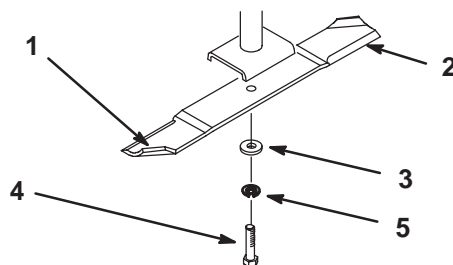
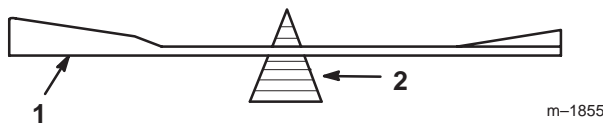

Bild 32
Bild 34
Halten Sie das Ende des Messers mit einem stark wattierten Handschuh oder wickeln Sie einen Lappen um es herum. Entfernen Sie die Messerschraube, Flachscheibe, Spreizscheibe und das Messer von der Spindelwelle (Bild 32).
2. Überprüfen Sie die Auswuchtung des Schnittmessers auf einer Ausgleichsmaschine (Bild 34). Wenn das Schnittmesser in seiner horizontalen Position bleibt, ist es ausgewuchtet und kann verwendet werden. Feilen Sie, wenn das Schnittmesser nicht ausgewuchtet ist, vom Flügelbereich des Messers etwas Metall ab (Bild 32). Wiederholen Sie diesen Vorgang, bis das Messer ausgewuchtet ist.
1. Bringen Sie das Messer auf der Spindelwelle an (Bild 32).
2. Bringen Sie die Flach-, Sicherungsscheibe und die Messerschraube an (Bild 32). Ziehen Sie die Messerschraube mit 115–150 Nm an.